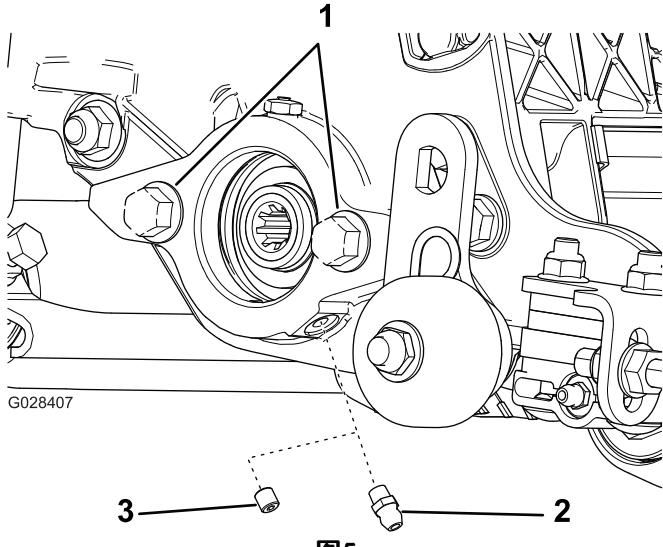

图5
2. 安装直通黄油嘴 (图5)。
3. 如果滚刀马达侧板上没有螺栓，请安装 (图5)。